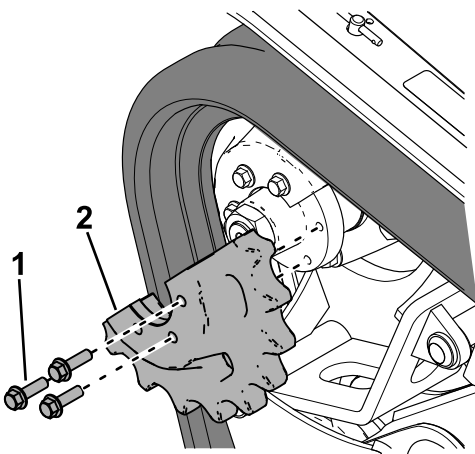

Bild 28
- Entfernen Sie die drei Schrauben, die die Kettenradhälfte sichern, die nicht in die Kette eingreift (Bild 28).
ein (Bild 28). Ziehen Sie die Schrauben auf ein Drehmoment von 95-115 N·m an.